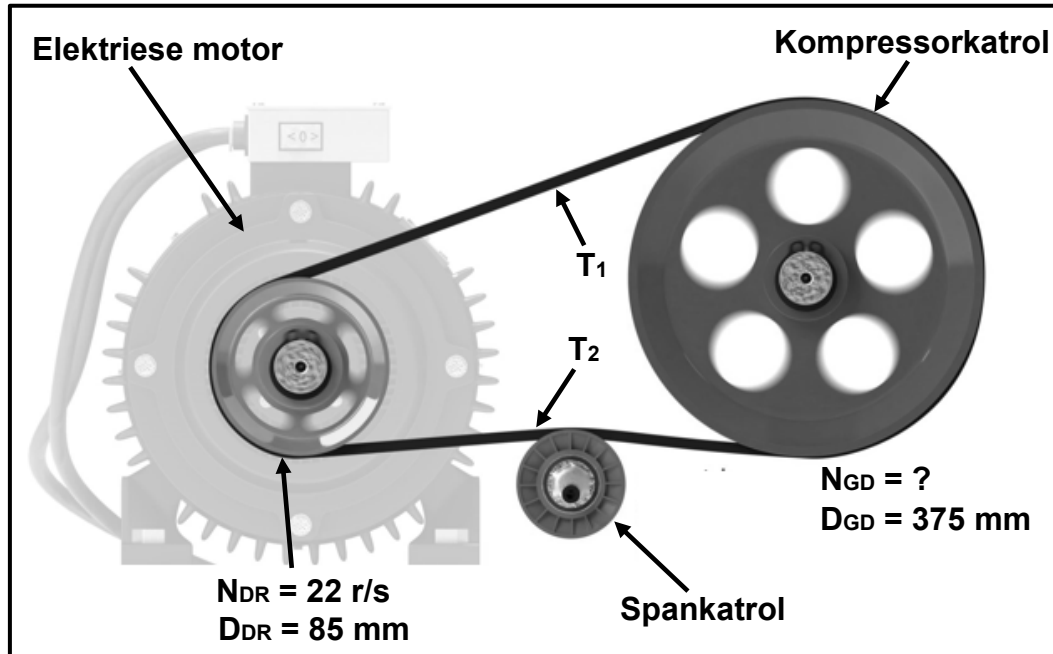

FIGUUR 11.1
11.1 FIGUUR 11.1 hieronder toon 'n hidrouliese stelsel.